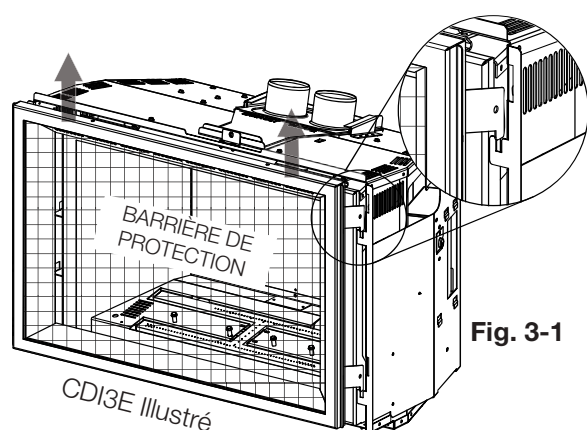

Fig. 3-1
1. Avant d'enlever la porte vitrée, la barrière de protection doit être enlever. Soulevez la barrière de protection hors des 4 goupilles et enlever de l'appareil, puis inclinez la partie haut du porte vitrée puis enlever de l'appareil (**Fig. 3-1 et 3-2**).